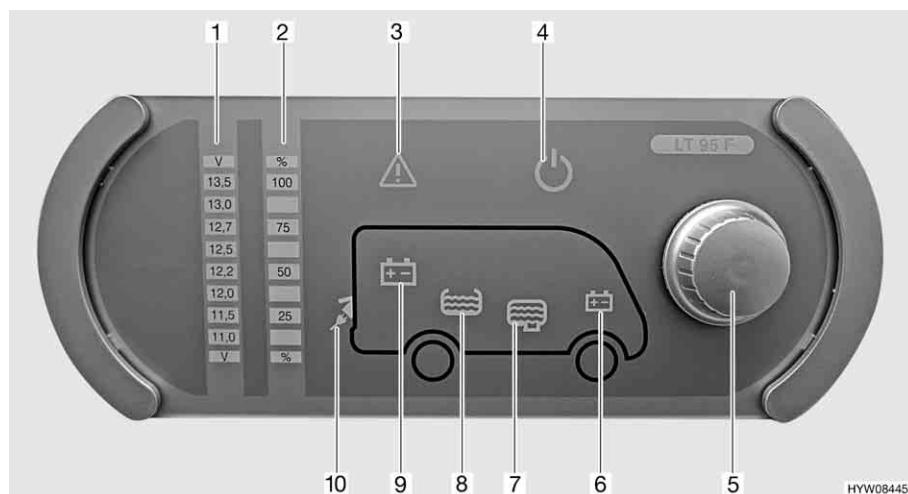

Fig. 93 Pannello di controllo (LT 95)
Il pulsante a rotazione (Fig. 93,5) inserisce o disinserisce il pannello di controllo e l'alimentazione a 12 V dell'abitacolo.
**Accensione:** ■ Premere il pulsante a rotazione (Fig. 93,5): L'alimentazione a 12 V dell'abitacolo è inserita. La spia di controllo a 12 V (Fig. 93,4) diventa verde.
**Spegnimento:** ■ Premere il pulsante a rotazione (Fig. 93,5): L'alimentazione a 12 V dell'abitacolo è disinserita. La spia di controllo a 12 V (Fig. 93,4) si spegne.
Mediante il pulsante a rotazione (Fig. 93,5) si possono interrogare sia la tensione della batteria dell'abitacolo che la tensione della batteria di avviamento. La tensione viene visualizzata sulla scala indicatore per la tensione della batteria (Fig. 93,1).
**Indicazione:** ■ Ruotare il pulsante a rotazione (Fig. 93,5), finché si accende il simbolo della batteria della quale deve essere interrogata la tensione.
Viene indicata la tensione della batteria dell'abitacolo (Fig. 93,9)
Viene indicata la tensione della batteria di avviamento (Fig. 93,6)
- Leggere la tensione sulla scala indicatore della tensione della batteria (Fig. 93,1).
Mediante il pulsante a rotazione (Fig. 93,5) si possono interrogare sia il livello del serbatoio dell'acqua che il livello del serbatoio delle acque grigie. Il livello viene visualizzato sulla scala indicatore livello dei serbatoi (Fig. 93,2).
*Indicazione:* ■ Ruotare il pulsante a rotazione (Fig. 93,5), finché si accende il simbolo del serbatoio del quale deve essere interrogato il livello.
Viene indicato il livello del serbatoio dell'acqua (Fig. 93,8)
Viene indicato il livello del serbatoio delle acque grigie (Fig. 93,7)
- Leggere il livello sulla scala indicatore del livello serbatoio (Fig. 93,2).
La spia luminosa Alarm (Fig. 93,3) lampeggia non appena i valori limite fissati vengono superati per eccesso o per difetto.
La spia luminosa Alarm (Fig. 93,3) lampeggia non appena la tensione della batteria scende al di sotto di 11 V. Se l'alimentazione a 12 V è accesa, si accende anche il relativo simbolo della batteria (Fig. 93,6 o 9), e l'indicatore "11,0" sulla scala indicatore della tensione della batteria (Fig. 93,1) lampeggia. Rischio di uno scaricamento totale della batteria.
La spia luminosa Alarm (Fig. 93,3) lampeggia ed il relativo simbolo del serbatoio (Fig. 93,7 o 8) si accende non appena il serbatoio dell'acqua è vuoto o il serbatoio delle acque grigie è pieno.
La spia di controllo a 230 V (Fig. 93,10) si accende quando all'ingresso della centralina elettrica è presente una tensione di rete.